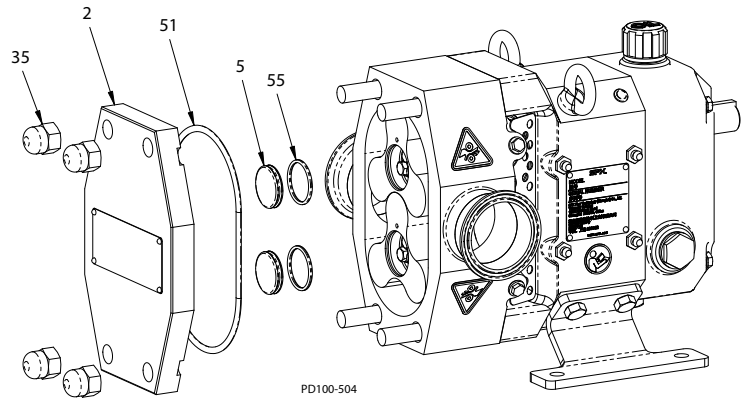

Рисунок 64 - Установка крышки
1. Установите уплотнительное кольцо винта (Рисунок 64, пункт 55) в канавку винтового колпачка (позиция 5) и установите его в отверстие ротора. Уплотнительное кольцо вставляется в канавку в расточке ротора.